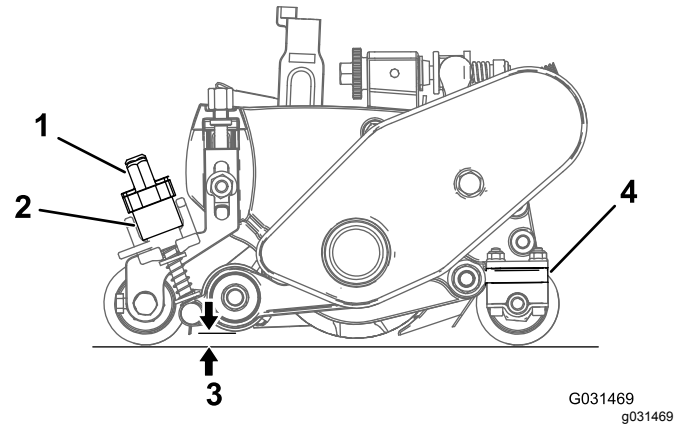

图24
- A. 旋转快速升起联杆图24至操作位置手柄朝向滚刀组的前面。
- B. 在疏草刀滚刀的端部测量从疏草刀刀片的最低刀尖到工作表面的距离 图24。旋转高度调节旋钮 图24 可提升或降低疏草刀刀尖至想要的高度。